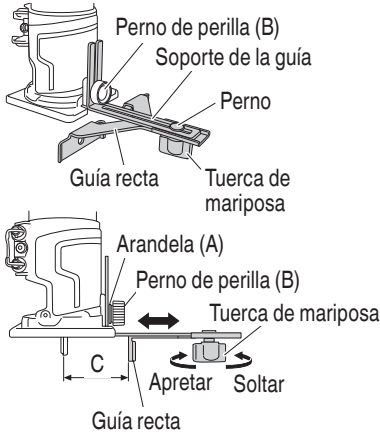

Fig. 20
- (1) Coloque la guía recta con el perno de perilla (B) en el conjunto base y fíjela.
- (2) Ajuste la longitud "C" desde la broca hasta la superficie de la guía recta aflojando la tuerca de mariposa y moviendo la guía recta según sea necesario. (Fig. 20)